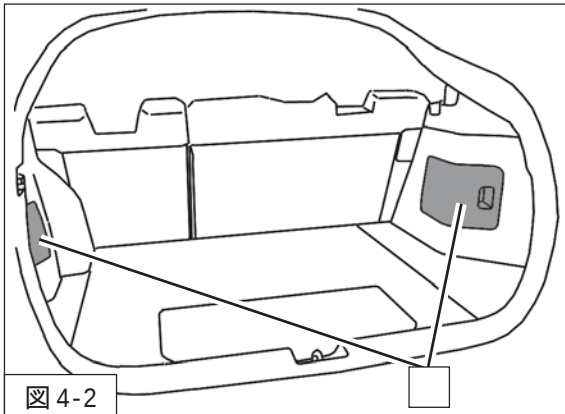

図4-2
3. 室内のサイドライニングにリッドを取付けてください。（図4-2）